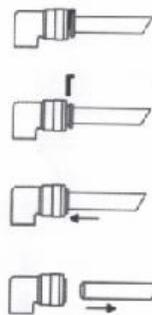

Imagen 12
4.7 Método para desconectar la manguera de plástico del accesorio rápido (imagen 12)